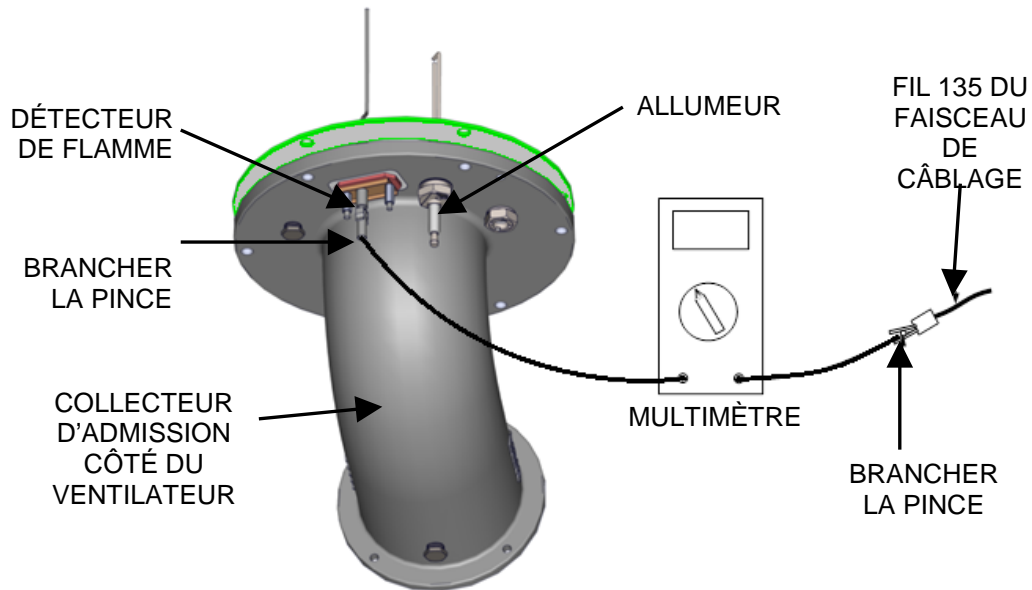

Figure 4-3. Configuration pour mesurer la puissance de la flamme avec un multimètre
Durant la combustion, la puissance de la flamme détectée par le détecteur de flamme est mesurée au moyen d'un multimètre réglé sur l'échelle des μA . Le détecteur de flamme est monté sur la bride du collecteur d'admission du côté du ventilateur comme l'indique la figure 4-3.
1. Référer à la figure 4-3 et retirer le panneau latéral de l'appareil pour accéder au détecteur de flamme.
2. Débrancher le fil 135 du détecteur de flamme et brancher le multimètre en série avec le fil en utilisant des pinces crocodiles comme l'indique la figure 4-3.